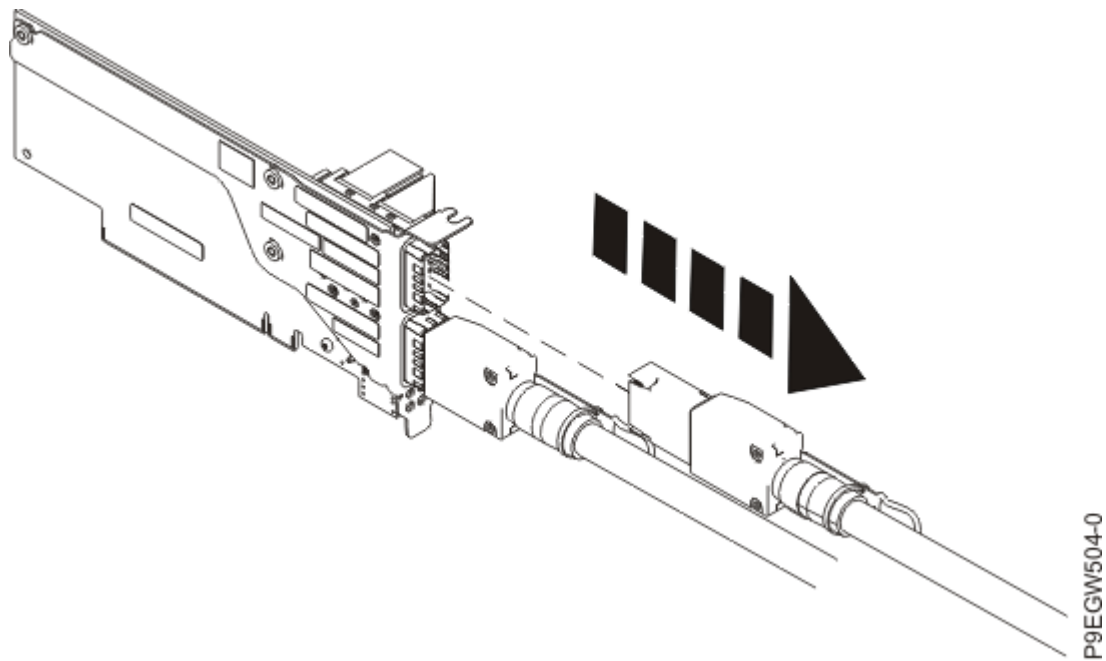

Abbildung 3. Kabel des Erweiterungseinschubs aus dem Anschluss des PCIe3-Kabeladapters des Host-systems entfernen
2. Fassen Sie die Haltezunge und ziehen Sie das Kabel des Erweiterungseinschubs aus dem Anschluss des PCIe3-Kabeladapters im Hostsystem heraus, wie in Abbildung 3 auf Seite 5 dargestellt.